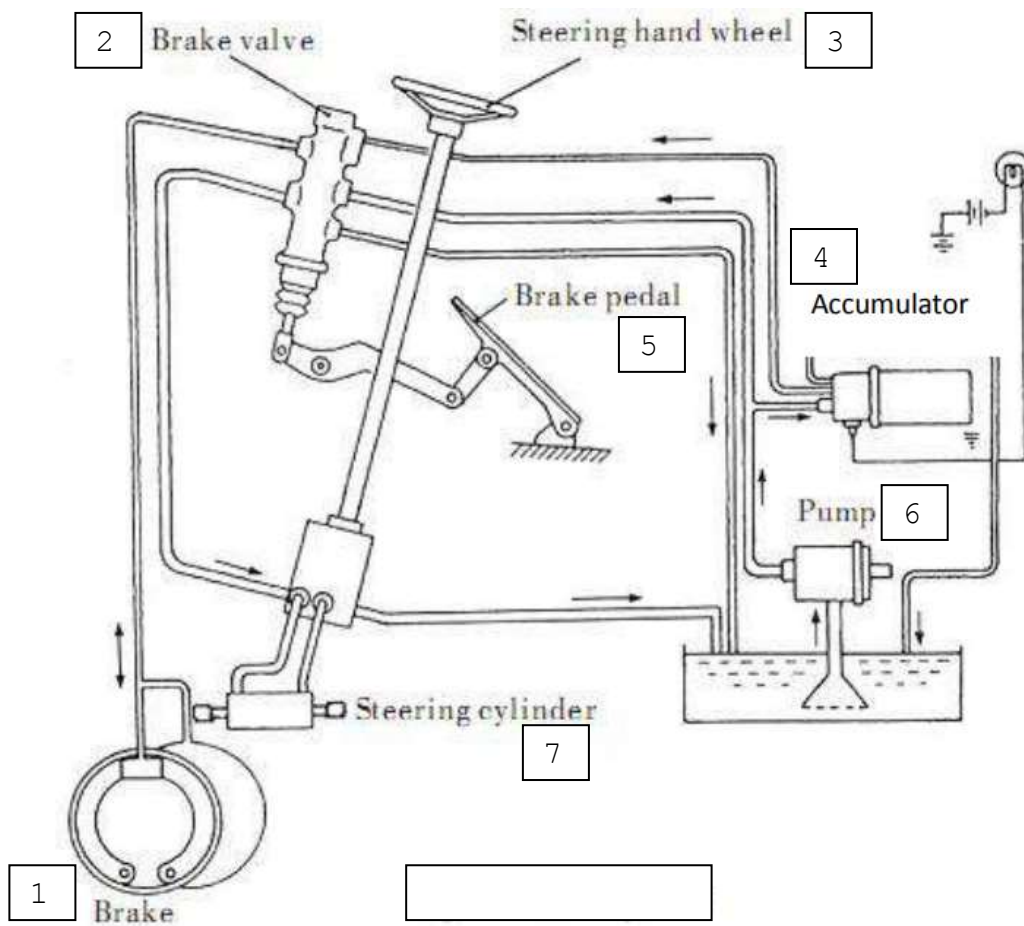

Рис. 5.1. Тормозная система:
5.2. Тормоз с усилителем (схему системы см. на Рис. 5.1).